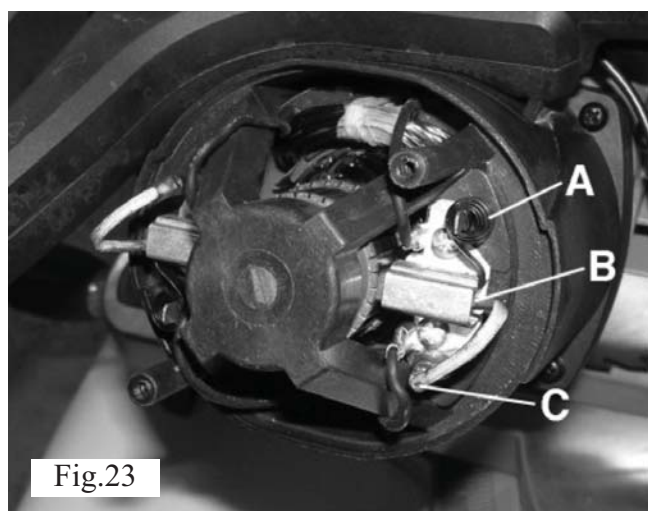
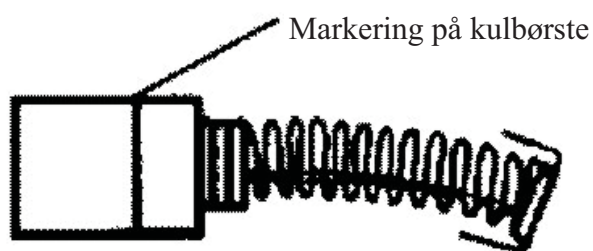

Fig.23
Fig.24
Når dækslet er fjernet, frigøres kulbørsten (B) på fig. 23 fra holderen ved at sænke låsefjederen (A). Adbryd ledningen til kulbørsten (C) fra terminalen, fjern kulbørsten fra motorhuset og kontroller den. Gentag denne fremgangsmåde for den anden kulbørste. Kulbørster skal udskiftes, når de er slidt ned til markeringen. Se fig. 24. Sørg for, at kulbørsterne er rene og glider uhindret ind i holderne.